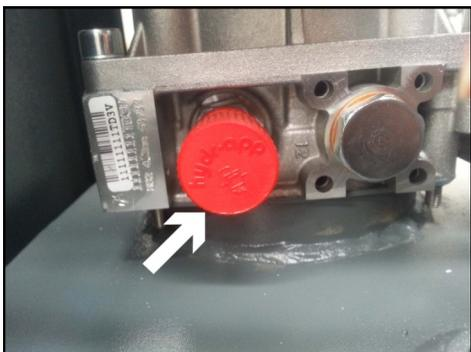

рис. 9
- В условиях перегрузки открывается сливной клапан, и масло перетекает в бак (рис. 9).